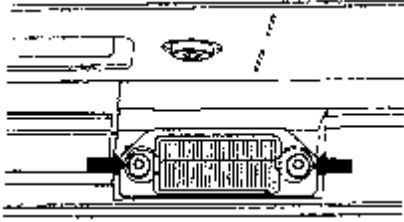

图 11-76 拆卸牌照灯
- ①拆卸牌照灯。把牌照灯的固定螺钉（如图 11-76 箭头所示）旋转出来。拆除散光玻璃。
- ②安装牌照灯。按与拆卸的相反顺序安装。